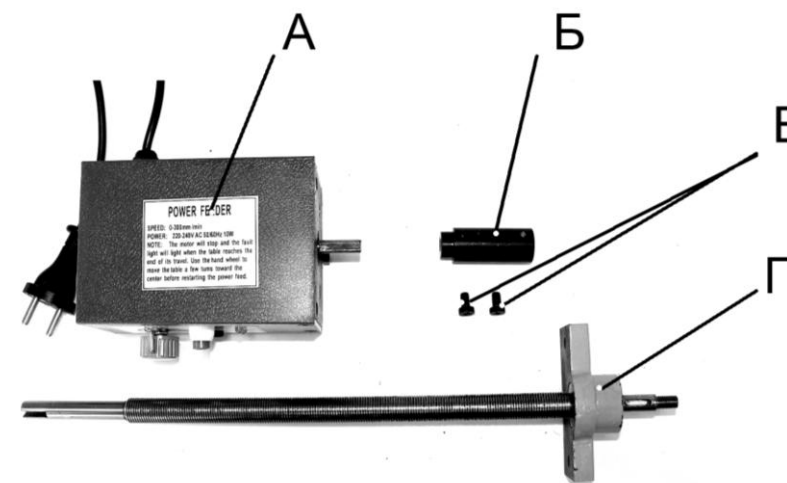

Рис. 1
3. КОМПЛЕКТНОСТЬ (Рис. 1)
В комплект поставки входит (Рис.1):
- При необходимости двигайте муфту (12) по пазу ходового винта (8).
- 5.13. Закрепите панель двигателя (2) на рабочем столе станка винтами (В) Рис. 1. Еще раз проверьте плавность движения ходового винта с помощью маховика (6).